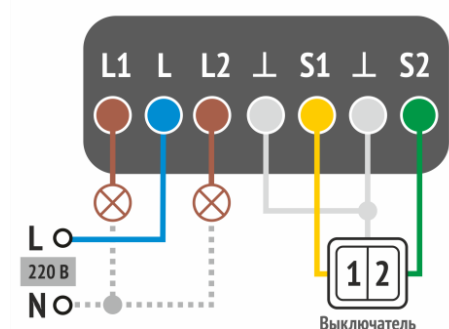

Рисунок 7.1 — Схема 1: Подключение модуля для управления двумя независимыми линиями освещения
3. Подключите фазовый провод к синему проводу (L) модуля.
5. Желтый (S1), зеленый (S2) и белые (⊥) провода модуля подключите к сухим контактам выключателей в соответствии со схемой (см. рисунок 7.1). Длина линий связи не должна превышать 0,5 м.